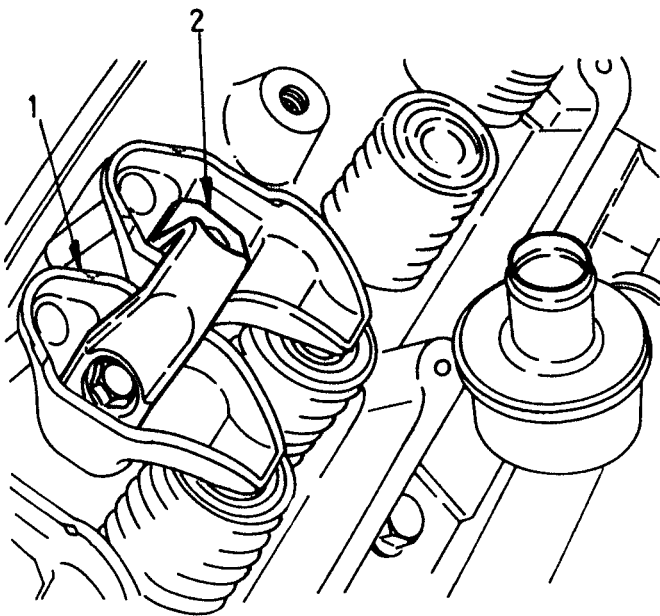

Bild 21
- Kipphebelmechanismus folgendermassen abmontieren. Unter Bezug auf Bild 21 die Schrauben des Brückenstückes lösen und die Kipphebel und das Brückenstück herunternehmen. Teile in geeigneter Weise kennzeichnen und entsprechend ablegen.